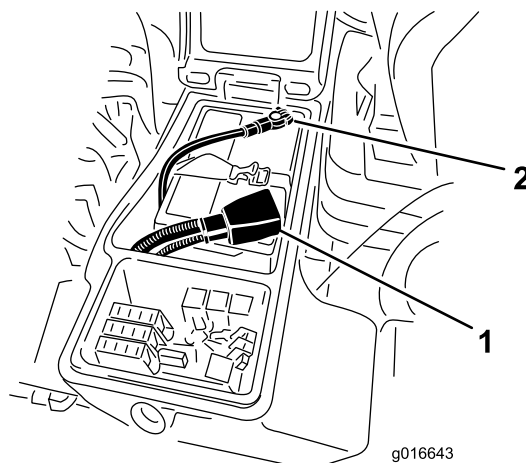

図 134
1. バッテリーのプラス端子に、プラスケーブル赤を接続する **図 134**。